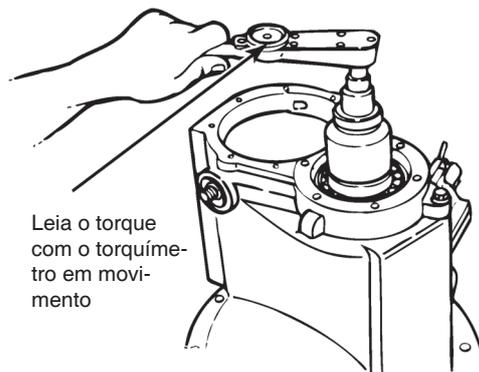

Figura 5.16
1. Coloque um torquímetro em N.m (libras x pol) e o soquete adequado na porca do pinhão. Figura 5.16.